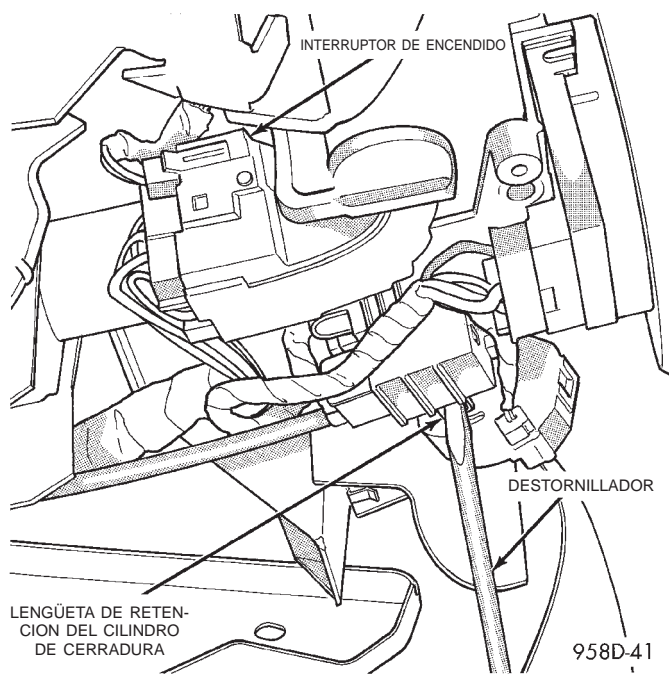

Fig. 59 Desmontaje del cilindro de cerradura
(12) Coloque el cilindro de la llave en la posición RUN. Oprima la lengüeta de retención del cilindro de cerradura y retire dicho cilindro (Fig. 59).